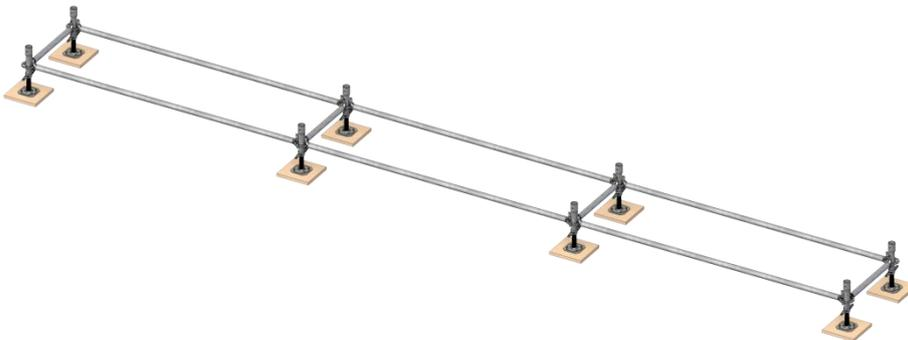

Figure 9.2
9.2.3 Répéter cette procédure en plaçant les vérins de base aux quatre coins du segment et les raccorder avec des logerons / traverses, voir figure 9.2.